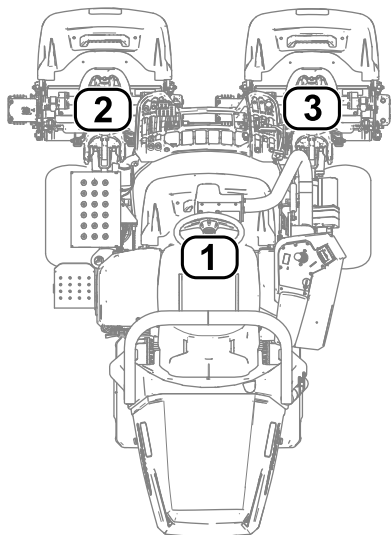

図 35
- 1 は中央カッティングユニット 図 35
- 2 は左前カッティングユニット 図 35
- 3 は右前カッティングユニット 図 35